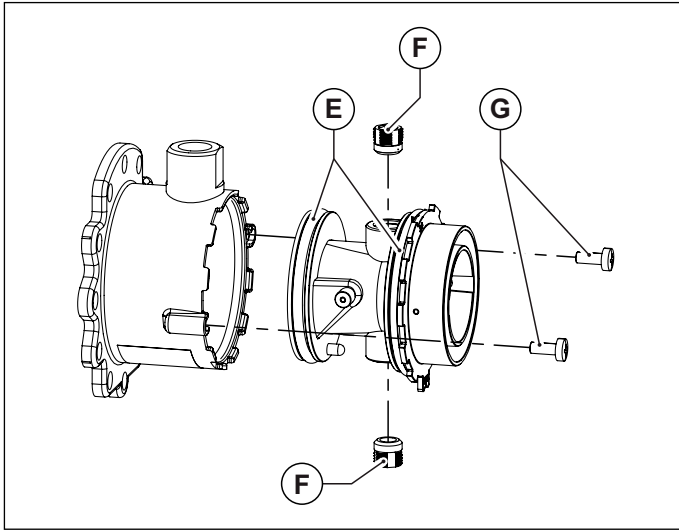
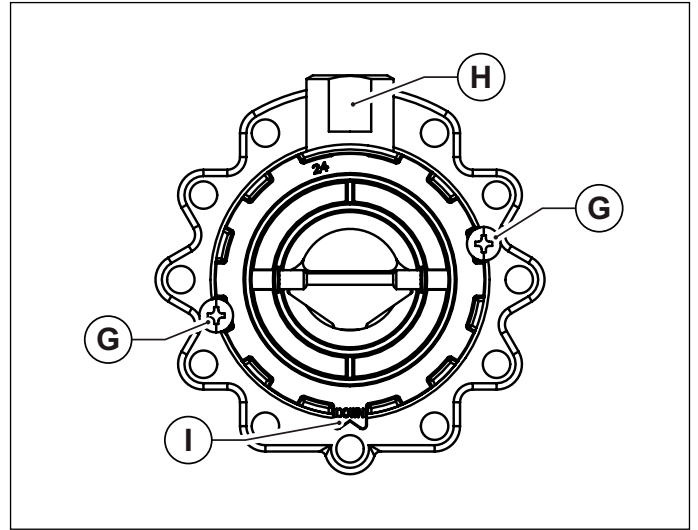

Fig. 28 Cuerpo de plástico del mezclador
Fig. 29 Orientación de montaje
- Extraer el cuerpo de plástico del mezclador, desatornillando los dos tornillos de fijación (ver Fig. 28 Cuerpo de plástico del mezclador).
- Desatornillar las dos boquillas del mezclador utilizando una llave Allen de 6 mm (ver Fig. 28 Cuerpo de plástico del mezclador).
- Volver a montar nuevamente el cuerpo de plástico (Venturi) introduciéndolo en el mezclador y atornillándolo con los tornillos de fijación, teniendo cuidado de no dañar las juntas tóricas que están montadas en los extremos del cuerpo de plástico (ver Fig. 28 Cuerpo de plástico del mezclador) y respetar la orientación del montaje (ver Fig. 29 Orientación de montaje).
- Montar el mixer ensamblado al ventilador con los tornillos Allen, teniendo cuidado de reposicionar la junta tórica de estanqueidad entre el mixer y el ventilador (ver Fig. 28 Cuerpo de plástico del mezclador).